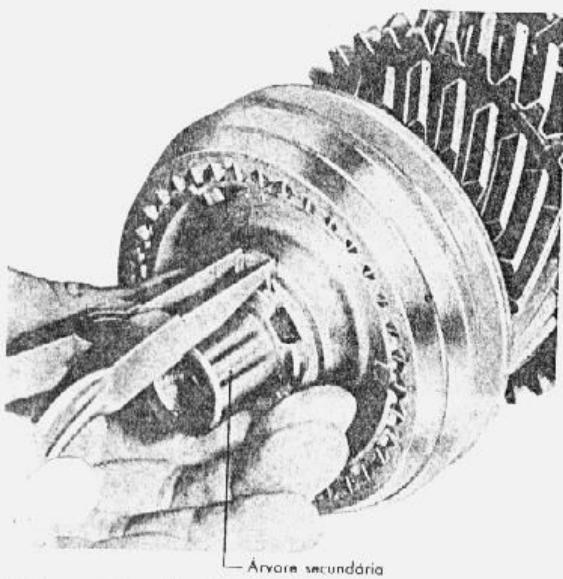

fig. 5 — remoção do anel de trava do conjunto sincronizador de 2^a e 3^a
8. Remover o anel de trava da extremidade dianteira da árvore secundária e retirar o sincronizador e a engrenagem da segunda velocidade (fig. 5).